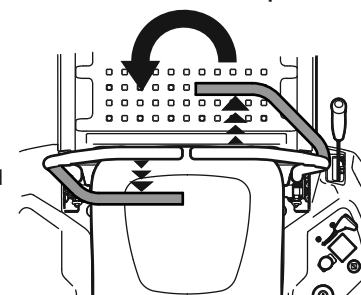

Figura 26
3. Para girar en sentido contrario a las agujas del reloj, mueva la palanca de control de la transmisión de la barra de seguridad derecha hacia adelante mientras mueve simultáneamente la palanca de control de la transmisión de la barra de seguridad izquierda hacia atrás. Consulte la Figura 26.